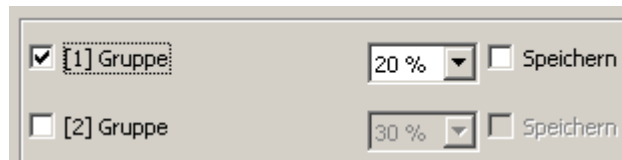

Fig. 33: Teil der Gruppenzuordnung einer Szene
Einer Szene lassen sich ohne Einschränkungen alle angelegten Gruppen zuordnen. Jede Gruppe kann unabhängig zugewiesen werden, indem das Auswahlkästchen vor dem Gruppennamen in der Szenenkonfiguration aktiviert wird (vgl. Fig. 33). Gruppen, deren Auswahlkästchen nicht aktiviert sind, sind der Szene nicht zugeordnet. Alle nicht angelegten Gruppen des DALI-Gateways sind grau ausgeblendet und somit nicht editierbar.
- Im Parameterknoten "Szenen - [x] Szenenname" für jede der Szene zugeordnete DALI-Gruppe den erforderlichen Szenen-Helligkeitswert vorgeben (vgl. Fig. 33).
- Im Parameterknoten "Szenen - [x] Szenenname" für die DALI-Gruppen, die auf die Speicherfunktion reagieren sollen, das Kontrollkästchen "Speichern" aktivieren (vgl. Fig. 33).
- Im Parameterknoten "Szenen - [x] Szenenname" für die DALI-Gruppen, die nicht auf die Speicherfunktion reagieren sollen, das Kontrollkästchen "Speichern" deaktivieren (vgl. Fig. 33).